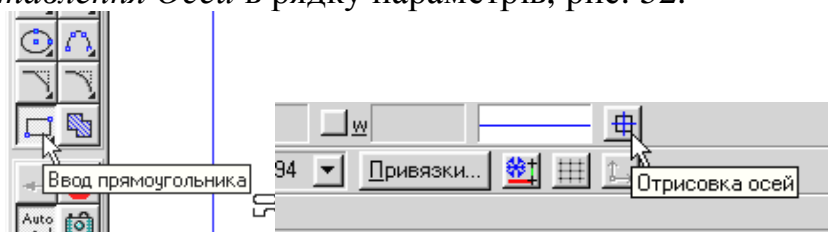

Рис. 52.
1. Натисніть кнопку *Введення прямокутника*, рис. 52. Увімкніть кнопку *Виставлення Осей* в рядку параметрів, рис. 52.
прямокутника вимкніть кнопку *Виставлення Осей*, рис. 52.
1. Натисніть кнопку *Введення прямокутника*, рис. 52.